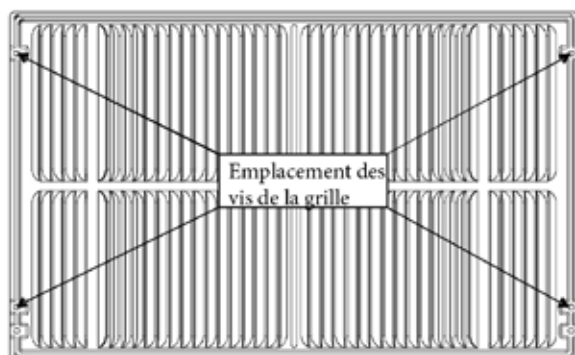

FIG. 2
4. Si l'unité n'a pas été pré-percée (certains modèles), percer soigneusement des trous 4 - $\frac{1}{8}$ " à travers la grille et dans la bride latérale de l'unité environ 1 $\frac{1}{2}$ " à 2" du haut et du bas comme dans les Fig. 2 et 3 (Veiller à ne pas percer les serpentins de l'échangeur de chaleur en cuivre.)